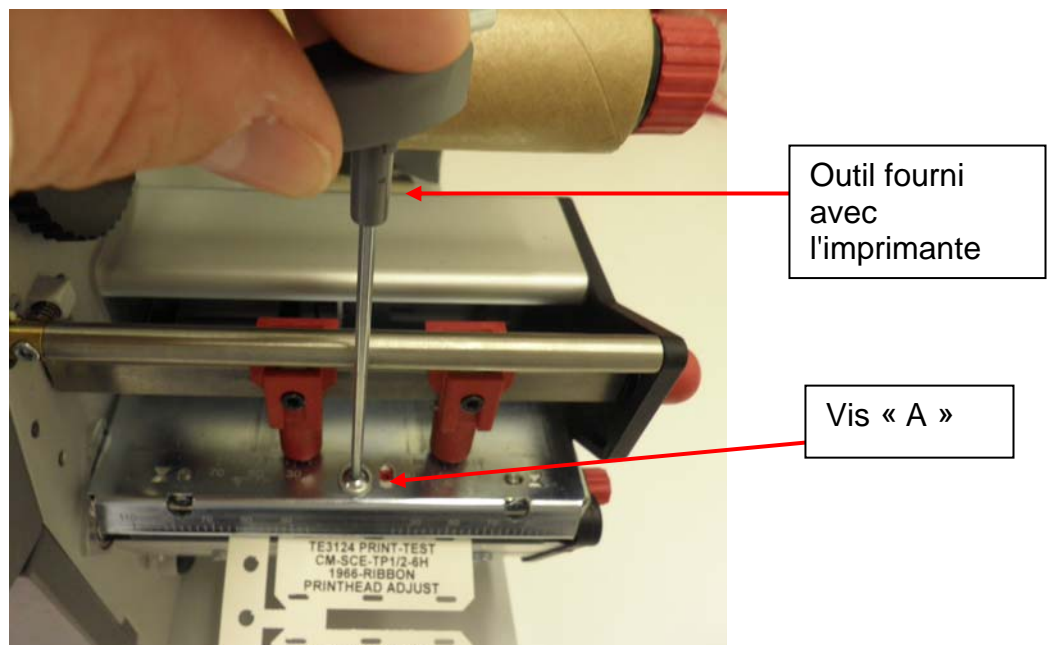

Figure 6. Desserrage de la tête d'impression
**3.4.** Pour aligner la tête d'impression, retirez le ruban de l'imprimante et desserrez la vis de fixation de la tête d'impression « A » à l'aide de l'outil fourni avec l'imprimante, comme illustré à la figure 6.